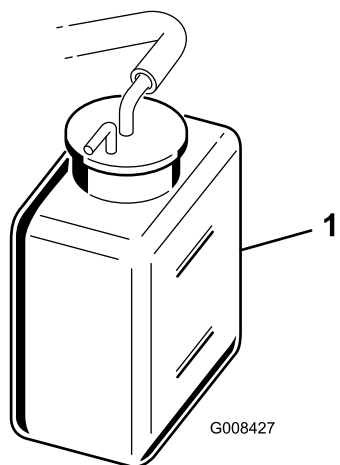

Figura 28
2. Compruebe el nivel de refrigerante (Figura 28). Con el motor frío, el nivel del refrigerante debe estar entre las rayas del depósito de reserva.